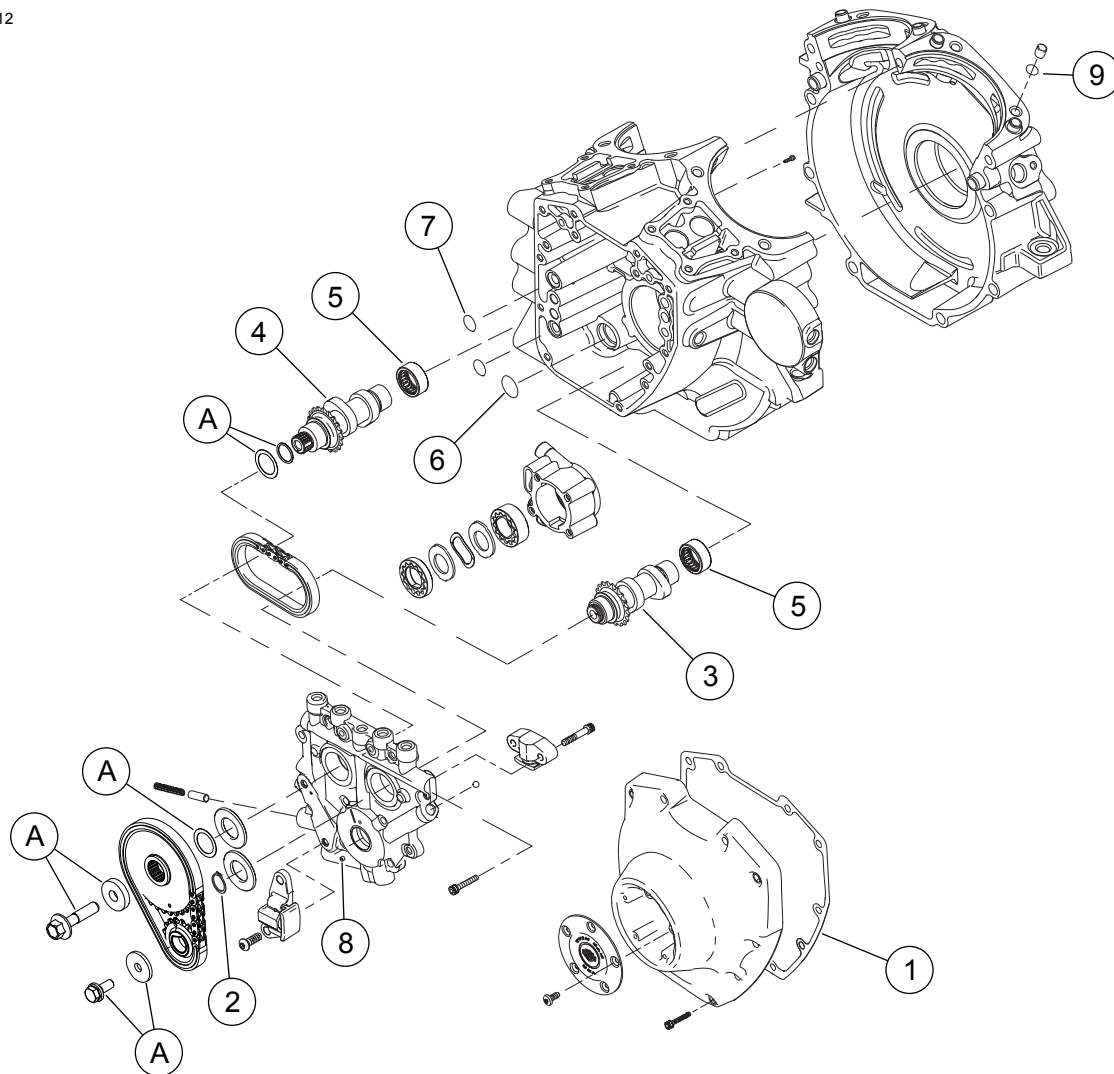

Abbildung 3. Ersatzteile: Screamin' Eagle Twin Cam 110 (103 bis 110 in³) Tire Shredder-Satz
1. Siehe Abbildung 3 >. Die in diesem Satz enthaltenen neuen inneren Nockenwellenlager installieren.
2. Siehe Abbildung 1 bis Abbildung 3 . Siehe das Werkstatthandbuch. Die Nocken auf der Nockenscheibe, die Leistungszyylinderköpfe und den Zylinder und Zylinderkopf mit Teilen aus dem Satz zusammenbauen.